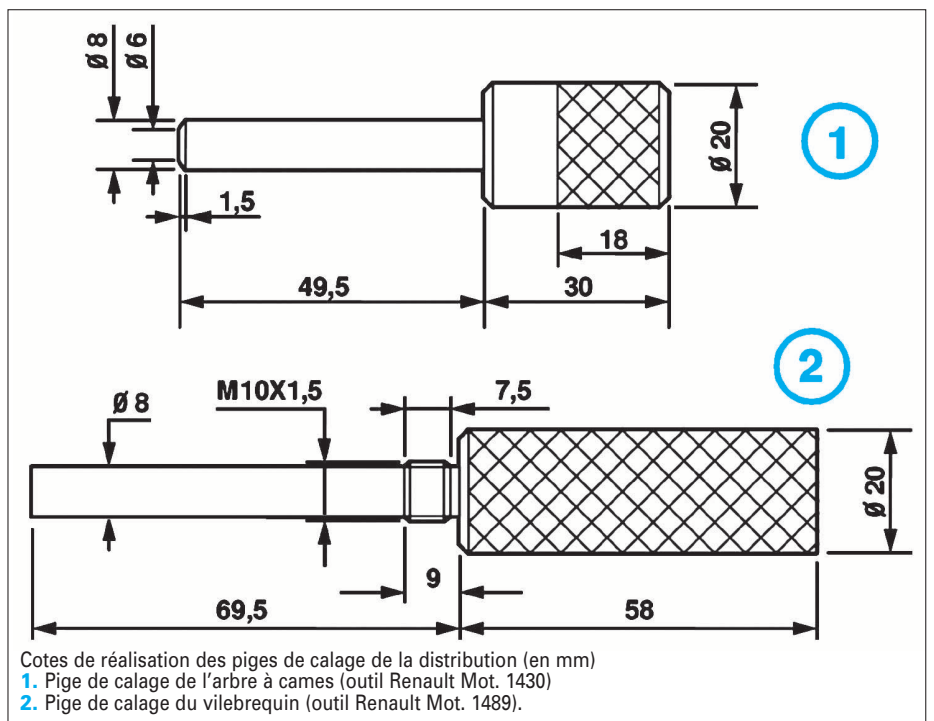
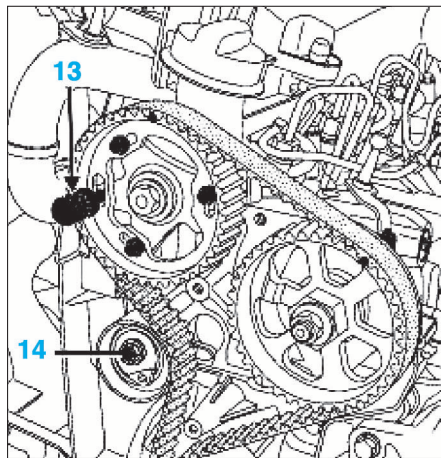

FIG. 25
FIG. 27
- Introduire dans l'orifice du bloc-cylindres une pige appropriée (voir Fig.25 pour les cotes de réalisation) puis la visser correctement (outil Renault Mot. 1489).
- Dans cette position, la pige de calage (13) doit s'engager librement dans les trous de la roue dentée d'arbre à cames et de la culasse (Fig.27) (outil Renault Mot. 1430, cotes de réalisation voir Fig.25).
- Desserrer la vis de fixation (14) du galet tendeur (Fig.27) et ramener celui-ci, à l'aide d'une clé six pans de 6 mm, vers l'arrière afin de détendre la courroie.